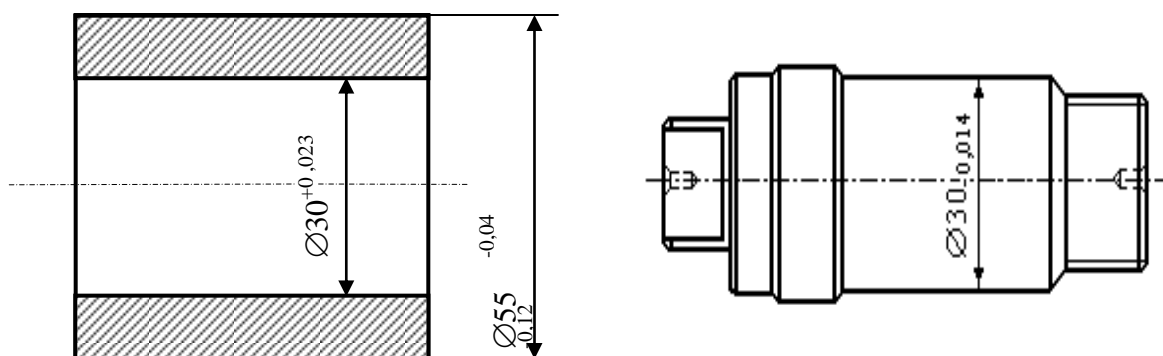

Рисунок 3.31
8. Для чистового обтачивания наружной поверхности втулки  $\varnothing 55_{-0,12}^{-0,04}$  мм, имеющей центральное отверстие  $\varnothing 30_{-0,014}^{+0,023}$  мм, спроектирована оправка с посадочной поверхностью  $\varnothing 30_{-0,014}$  мм. Определить погрешность базирования (рисунок 3.31).